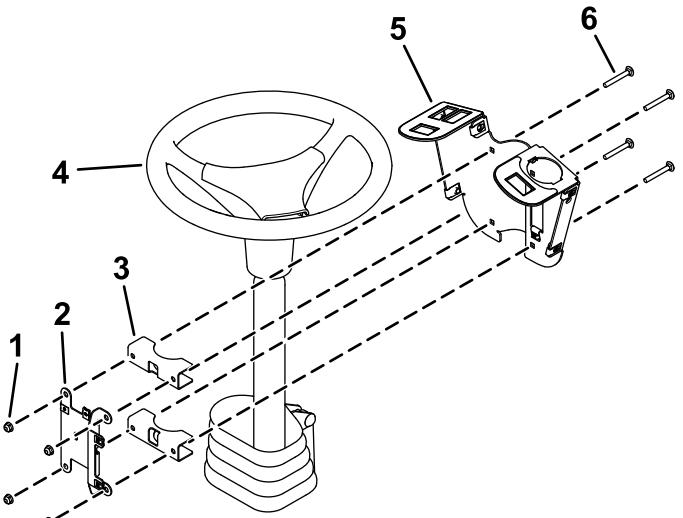

Bild 3
1. Montieren Sie die Schalterhalterung lose mit vier Schlossschrauben ($\frac{1}{4}'' \times 2''$), zwei Montagewinkel, Montageplatte der Sicherung und vier Sicherungsmuttern ($\frac{1}{4}''$) um die Lenksäule herum, wie in Bild 3. dargestellt.